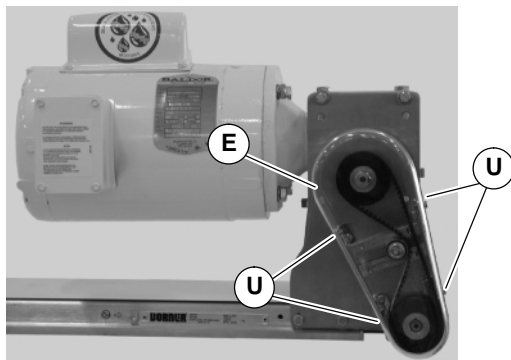

Abbildung 20
HINWEIS: Die Schrauben (siehe U Abbildung 20) nicht zu fest anziehen.
6. Die Abdeckung (E von Abb. 20) wieder anbringen, und die vier (4) Schrauben (U) mit 4 Nm festziehen.